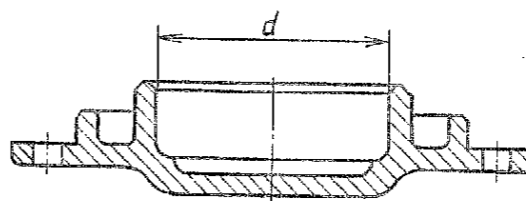

Рис. 218. Крышка картера редуктора лебедки
2.9. Крышка картера редуктора лебедки (рис. 218)